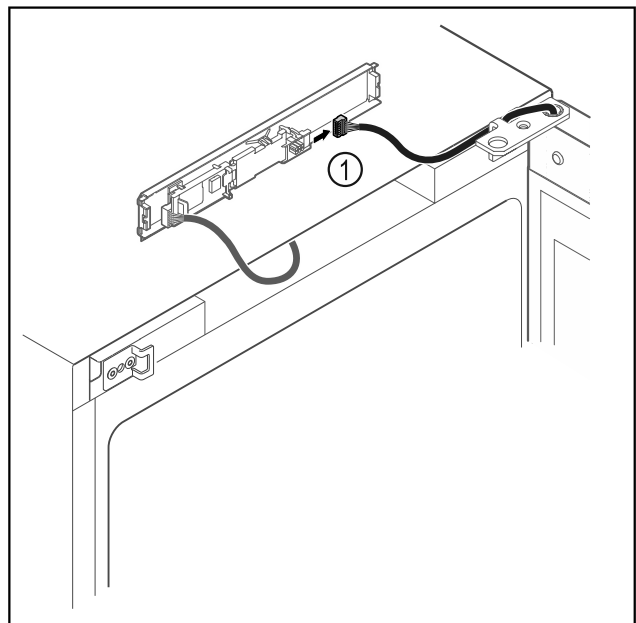

Fig. 17
- ▶ Lossa kontakten Fig. 17 (1) från kretskortet.